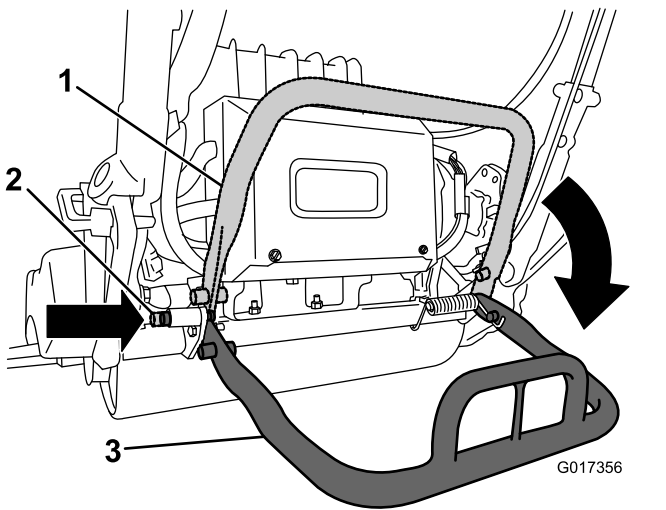

Figura 6
2. Baje el caballete e introduzca el pasador de bloqueo para bloquear el caballete en la posición de MANTENIMIENTO (Figura 6). Deje que la máquina se apoye sobre el caballete bloqueado.